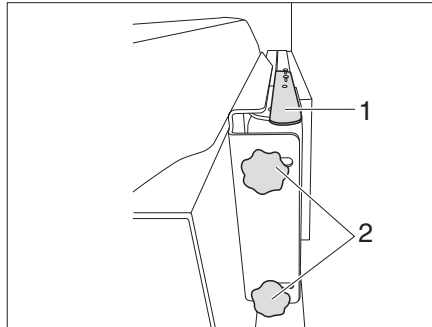

Fig. 131 Supporto con braccio snodato (variante 1)
- Spingere la leva (Fig. 131,1) verso il basso per sbloccare lo schermo piatto dall'arresto. Rilasciare la leva.
- Allentare le 2 viti a testa zigrinata (Fig. 131,2) e inclinare lo schermo piatto nella posizione desiderata. Riserrare le viti a testa zigrinata (Fig. 131,2).